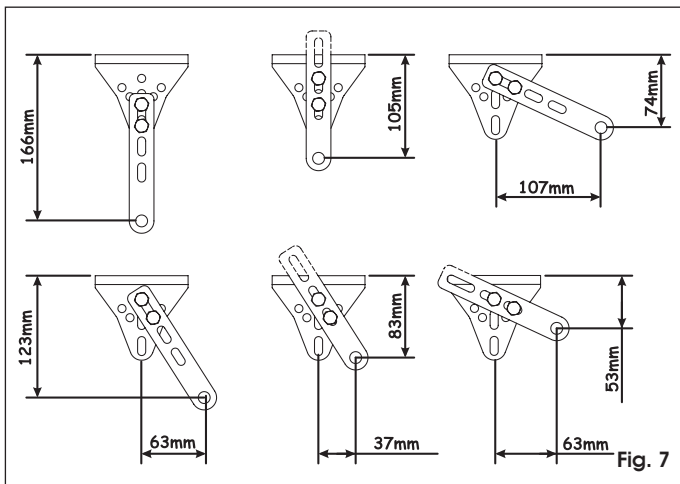

Fig. 7
**A** et **B**. La figure 7 illustre quelques positions de la patte ; toutes les positions intermédiaires aux positions illustrées sont possibles. Il faut choisir des positions qui permettent le montage de la patte en utilisant les deux vis de fixation.